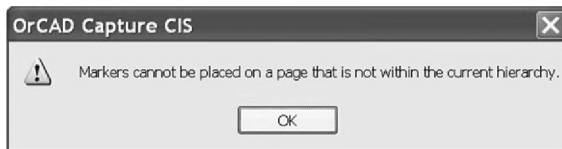

图 20.31 层信息
5. 尝试在 out1 网络节点放置电压探针。将会出现如图 20.31 所示的提示信息。